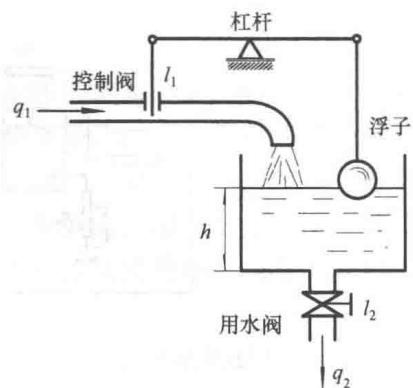

图 1-5 液位控制系统
**例 1-1** 水箱液位控制系统如图 1-5 所示, 要求在运行中水箱液位高度保持不变。试简述其工作原理, 并画出系统原理方块图。
化，通过杠杆的传导作用，改变控制阀的开度，使液位基本回到原位置。图 1-5 中， $l_1$ 、 $l_2$  表示阀门的开度，若为直线行程的阀门，则表示阀芯的位移。
**原理分析：**从图 1-5 可以看出，被控量是  $h$ ，测量的是  $e = h_r - h$ ，故系统属于负反馈控制方式。其中， $h_r$  为系统的给定值，也就是希望的水箱液位高度。
这是一个典型的有差系统。移动杠杆的支点，可改变杠杆传动比，可强化控制的效果，使浮子移动量很小就会使  $q_1$  变化很大，从而保证水位高度  $h$  的波动量在允许的误差范围内，但是图 1-5 系统从根本上讲，需用流量改变以后，容器的液面高度  $h$  再也不能恢复到给定值  $h_r$ 。这和控制装置各部件的特性有着密切的关系，请自行分析其原因。